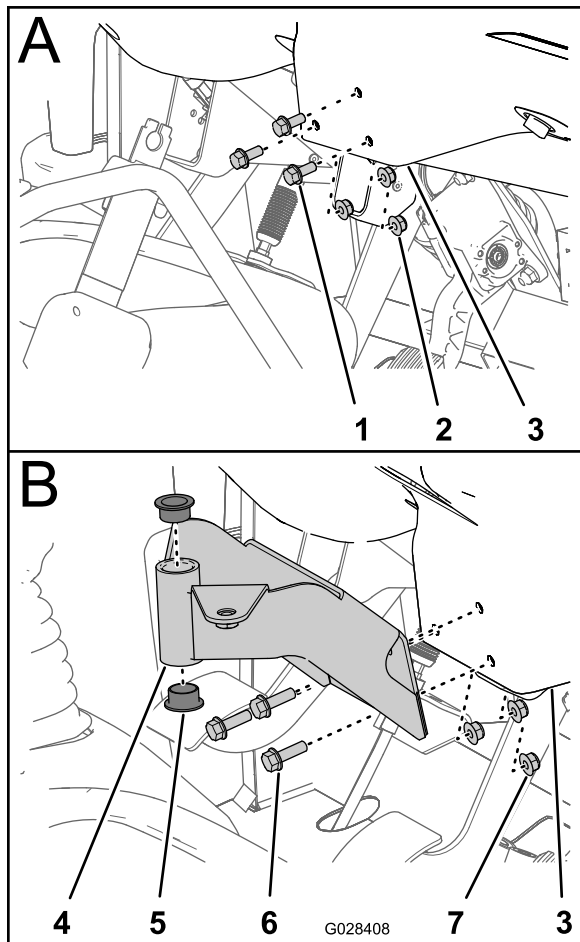

Bild 7
- Entfernen Sie die drei Schrauben und drei Muttern, mit denen das Armaturenbrett unten in der Mitte an der Armaturenbrett-Stützhalterung befestigt ist (Bild 7).
- Fluchten Sie die Löcher in der Befestigungshalterung für die Steuerkonsole mit den Löchern im Armaturenbrett und der Stützhalterung aus (Bild 7).
- Ziehen Sie die Muttern und Schrauben bis auf (Bild 7) an.
- Stecken Sie die zwei Kunststoffbüchsen in die Befestigungshalterung (Bild 7).